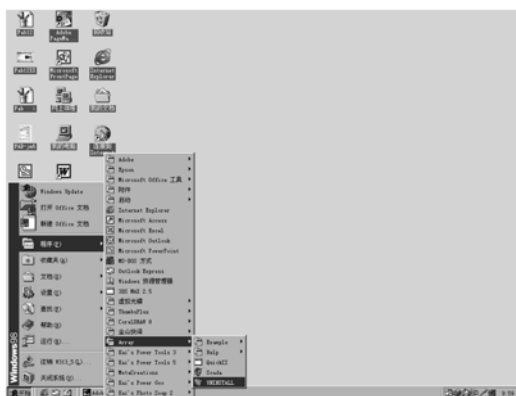

图 1.10 卸载
- 用鼠标左键单击该程序集下的“UNINSTALL”, 如图 1.10 所示;